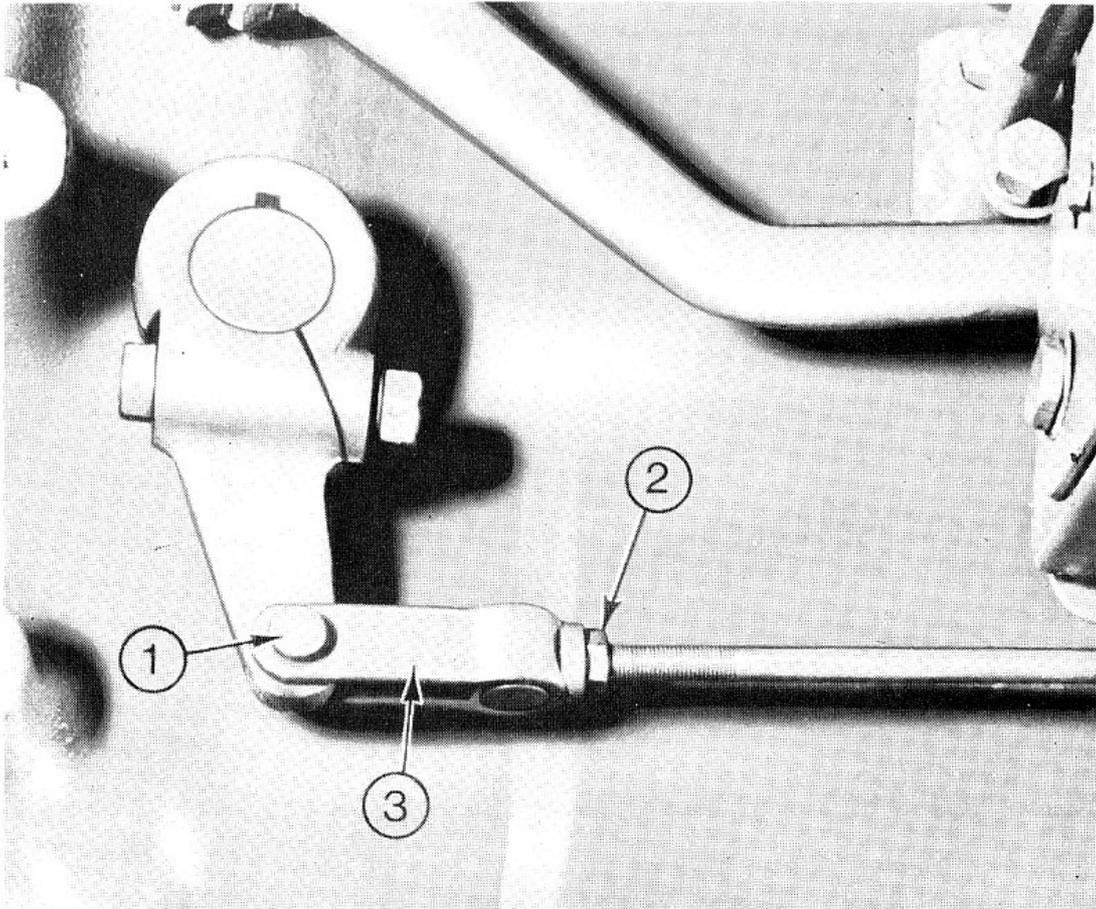

FIG. 28
4. Mettre un tournevis (2) dans le trou de la plaque inférieure et lever le dispositif de réglage vers l'avant du tracteur jusqu'à ce que la roue soit bloquée.
9. (Fig. 28). Enlever l'axe de chape (1), desserrer le contre-écrou (2) et régler la chape (3) jusqu'à ce que la garde de la pédale mesurée au patin soit de 44,5 mm. Remonter l'axe de chape avec la goupille fendue et resserrer le contre-écrou.